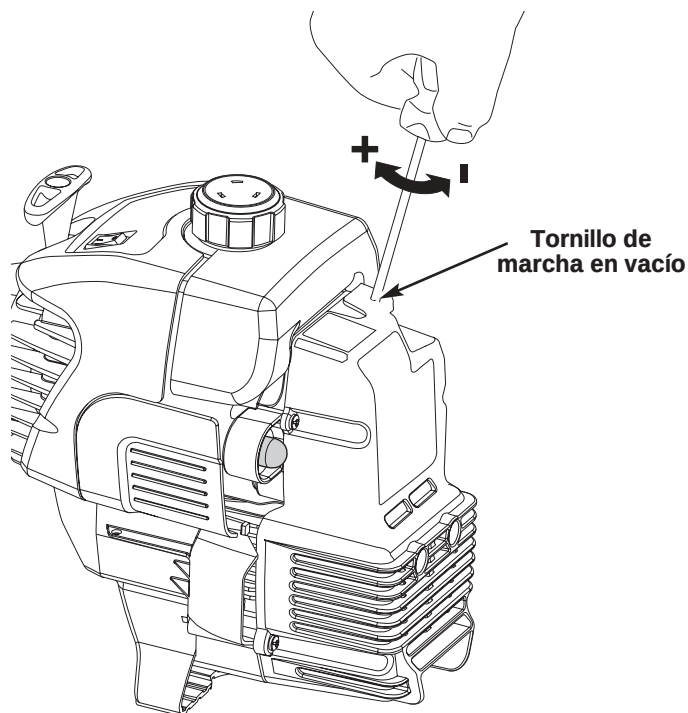

Fig. 39
La velocidad lenta del motor puede ser ajustada por la cubierta del silenciador / filtro de aire (Fig. 39).
2. Suelte el gatillo del regulador y deje que el motor funcione en marcha lenta. Si el motor se para, inserte un pequeño destornillador Phillips en el orificio de la cubierta del silenciador / filtro de aire (Fig. 39). Gire el tornillo de marcha lenta en sentido horario, de a 1/8 de vuelta por vez (según sea necesario) hasta que el motor funciona en mínima.